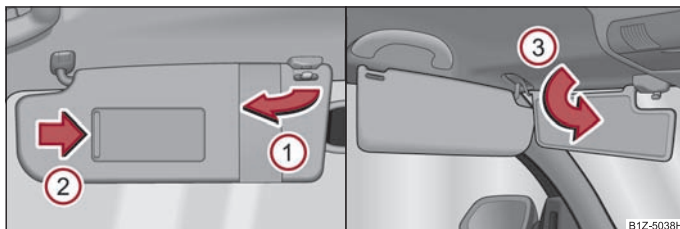

Fig. 48 Parasolarele: Rabatarea / parasolarul dublu
Parasolarul șoferului și cel al pasagerului din dreapta pot fi scoase din suporturi și îndreptate către uși ① ⇒ fig. 48.